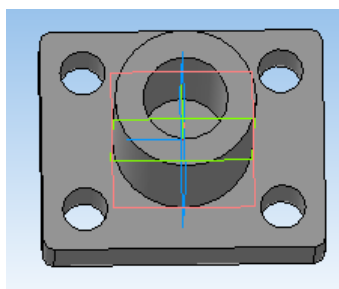

Рис. 8
19. Повторно используя операцию Массив по сетке  сделайте оставшиеся отверстия (изменяя параметры наклона и расстояния). Сравните работу с образцом (рис. 8).